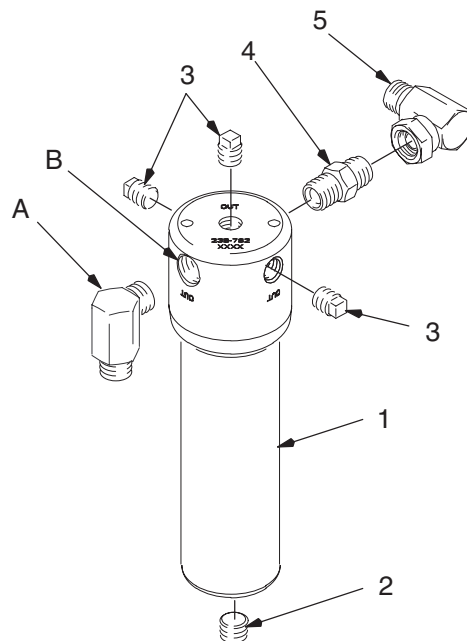

Fig. 1
1. Fjern vinkelstykket (A) fra pumpeafgangen. Monter det på filterafgangen (B). Se fig. 1.
2. Monter filtersættet på pumpen ved at skrue filtervinkelstykket (5) ind i pumpeafgangen.